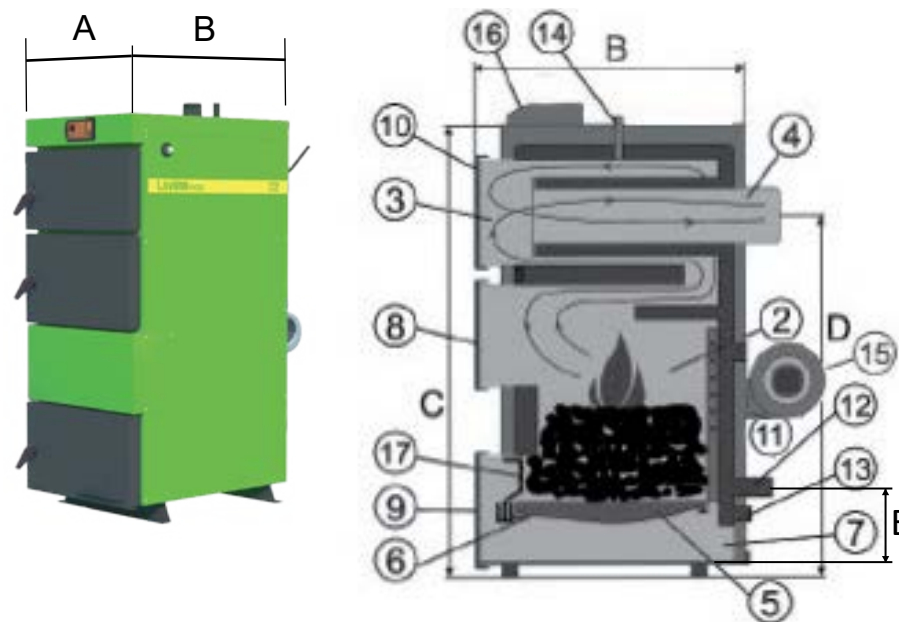

Рис. 1 Котёл «Lavoro XL»
4.1. Котёл (рис. 1) состоит из: корпуса (1), топки (2), газохода (3), дымохода (4). В нижней части топки устанавливаются колосники (5) на опоры (6), зольник (7). К передней стенке корпуса котла на осях присоединяются загрузочная дверца (8), дверца для обслуживания (9), дверца для обслуживания газохода (10), патрубок подающего трубопровода (11), патрубок обратного трубопровода (12), патрубок для слива воды с котла (13), патрубок установки термодатчика (14), вентилятор (15), автоматика (16), дверца для удаления золы (17).